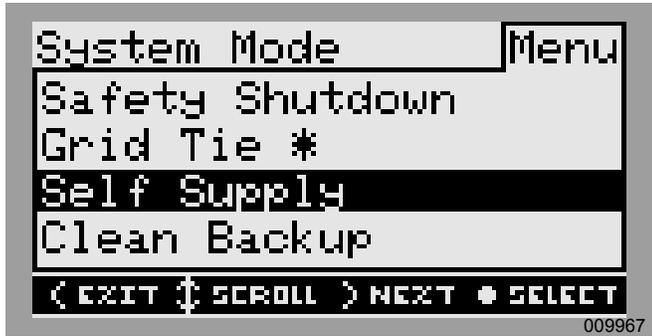

Figura 3-5. Selección de modos de funcionamiento (3 de 4)
3. Consulte la **Figura 3-5**. Use las flechas hacia arriba y hacia abajo para resaltar el modo deseado y presione el botón central para seleccionar.